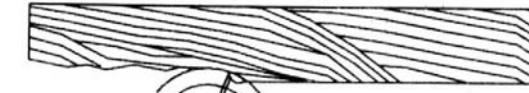

Рис. 9
**ПРЕДУПРЕЖДЕНИЕ:** Поверхность, обрабатываемая машиной, будет более гладкой, если использовать небольшую глубину строгания, Рис.9.